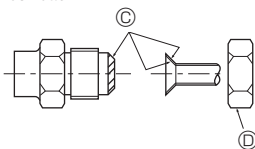

Fig. 4-1
- Vor dem Anziehen der Konusmutter eine dünne Schicht Kältemittel-Öl auf das Rohr und auf die Oberfläche des Sitzes an der Nahtstelle auftragen. Ⓐ (Fig. 4-1)
- Mit zwei Schraubenschlüsseln die Rohrleitungsanschlüsse fest anziehen. Ⓑ (Fig. 4-1)
- Tragen Sie Kältemaschinenöl auf die gesamte Konusauflagefläche auf. Ⓒ (Fig. 4-1)
- Die Konusmutter für die nachstehende Rohrgröße verwenden. Ⓓ (Fig. 4-1)
Ⓐ (Fig. 4-1)
Ⓑ (Fig. 4-1)